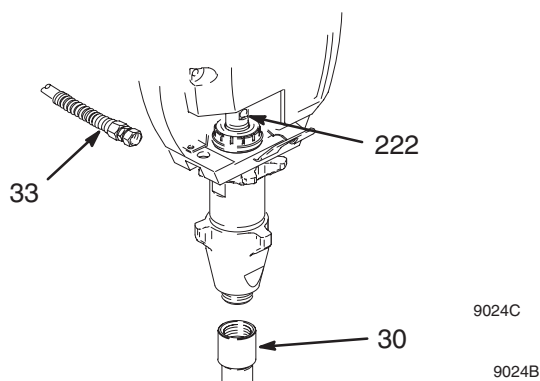

Fig. 17
2. Fig. 17. Haga funcionar la bomba con el vástago del pistón (222) en su posición más baja.
3. Fig. 17. Retire el tubo de aspiración (30) y la manguera (33).